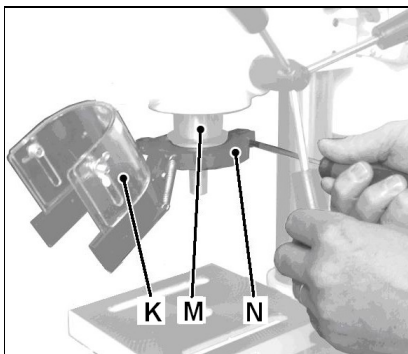

Рис. 2
Перед тем, как поставить сверлильный патрон, установите на пиноль (M) экран патрона (K, Рис. 2).